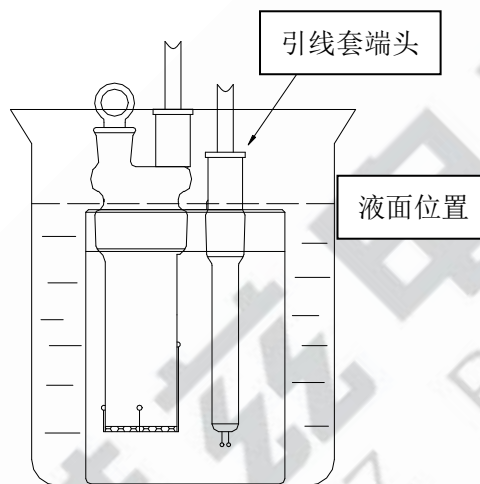

图 13
3) 如仍不能拆卸，请将滴定池放入 2 升的烧杯中，慢慢加入浓度为 5% 的氯化钾溶液浸泡，其液面位置见图 13，必须十分注意，不要让测量电极、阴极室电极的引线套端头进入液体，浸泡约十几小时或 24 小时后，即可拆卸（此方法可重复进行）。